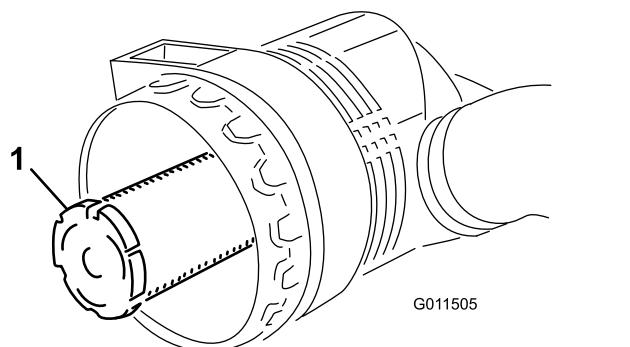

Figura 51
**Importante:** Nunca tente limpar o filtro de segurança (Figura 51). Substitua o filtro de segurança após três operações de manutenção do filtro primário.